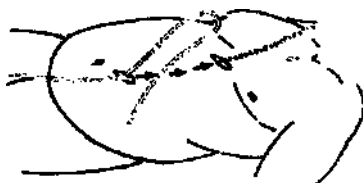

Рисунок 5
10. Вставьте тупой конец туннелера пулевидной формы в первичный разрез. Проведите его вдоль поверхности апоневроза к месту вторичного разреза (Рис. 5). Продвиньте туннелер наружу через вторичный разрез настолько далеко, чтобы его можно было бы захватить другой рукой.